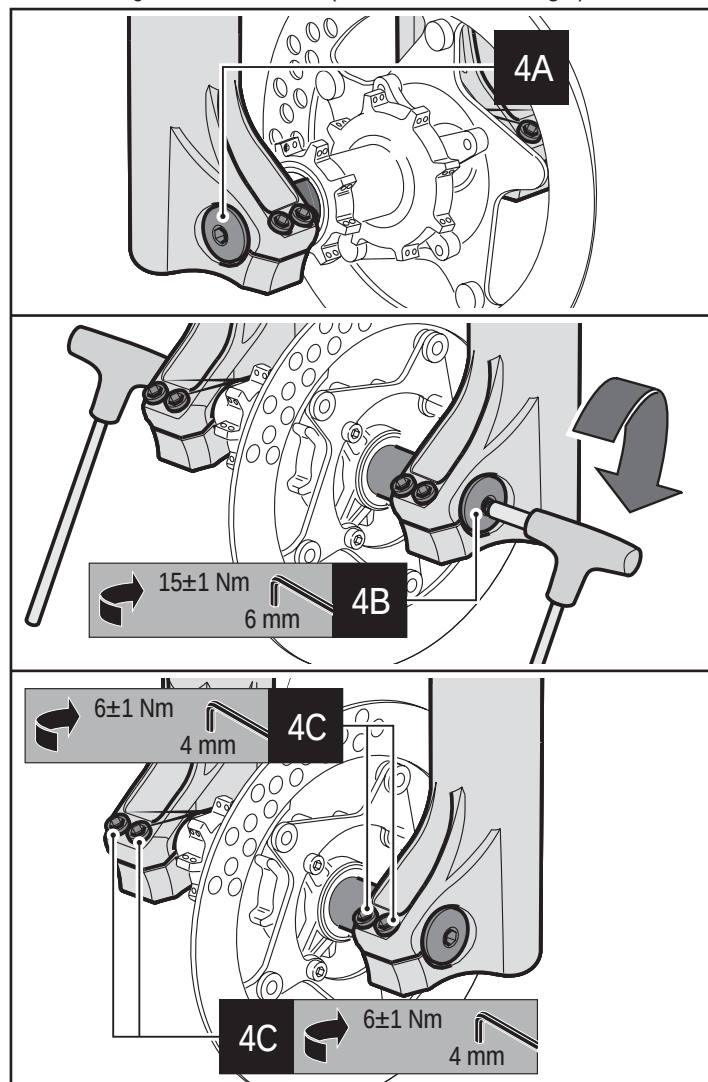

Abbildung 4 - Radmontage auf $\varnothing 35/\varnothing 38$ gabeln mit Aufnahmefuß mit durchgehender Radachse $\varnothing 20$ mm
- Die Mitte des Rads mit den beiden Radachsen ausrichten (siehe 4A in Abbildung 4).
- Die Radachse durch die rechte Radaufnahme, das Rad und die linke Radaufnahme schieben (siehe 4A in Abbildung 4).
- Die Radachse mit dem vorgesehenen Moment (15 ± 1 m) anziehen, dazu mit einem 6mm-Inbusschlüssel an der Bolzenkappe drehen (siehe 4B in Abbildung 4).
- Die Schrauben an den beiden Radaufnahmen mit einem 4mm-Inbusschlüssel mit dem vorgesehenen Moment (6 ± 1 Nm) in der Reihenfolge "1-2-1" anziehen (siehe 4C in Abbildung 4)